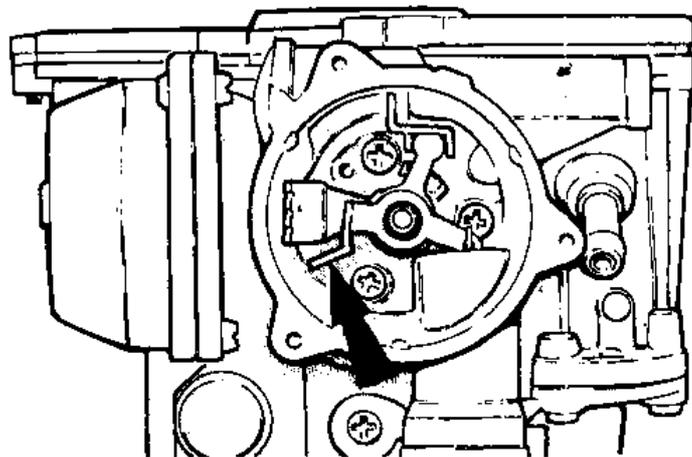

Рис.3.47. Отогнутый рычажок привода (Разд.25)
67. Отогните маленькими плоскогубцами приводной рычажок, как показано на Рис.3.47, чтобы он не ограничивал ход вакуумного поршня.